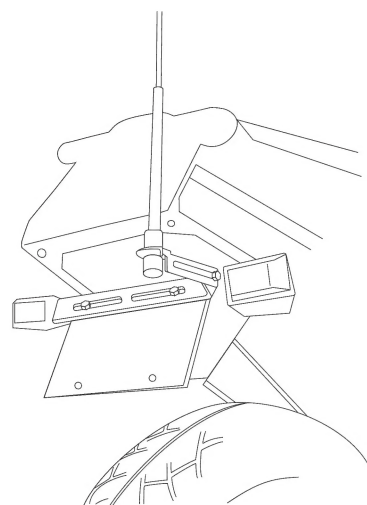

図2
- 図2のように固定した後、六角ボルトを緩め取付金具Bの角度調整をして下さい。（アンテナが垂直になるよう）